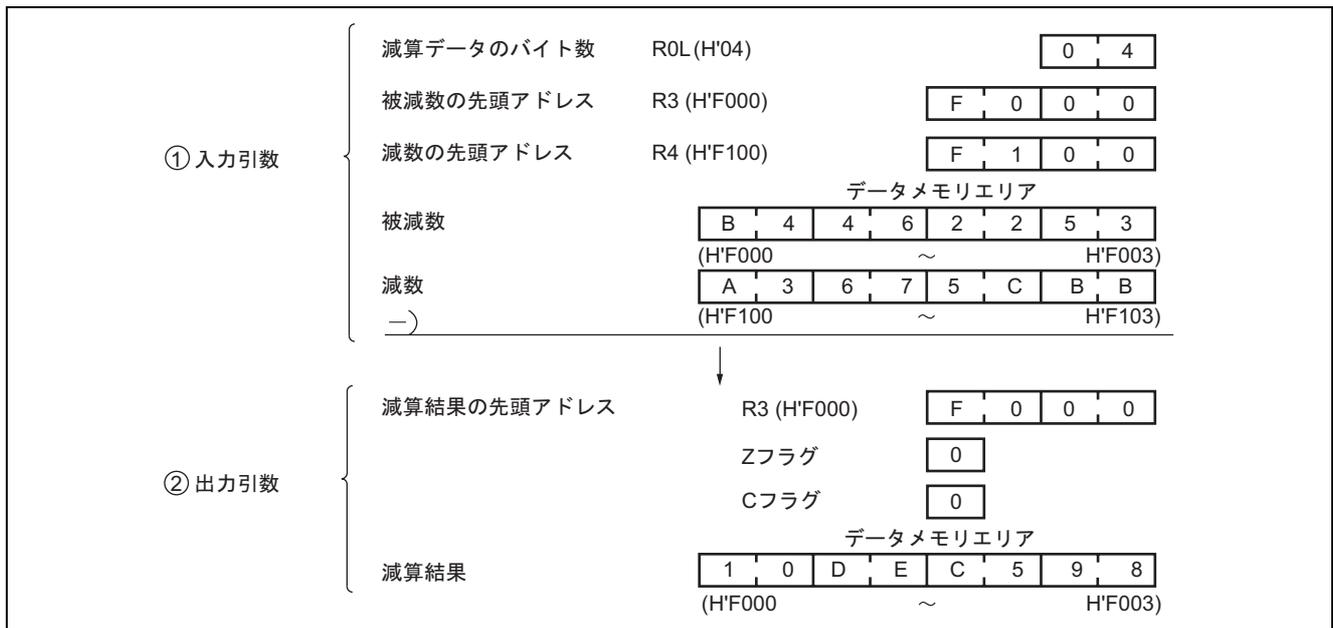

図 1 ソフトウェア SUB2 の実行例
2. 図 1 にソフトウェア SUB2 の実行例を示します。